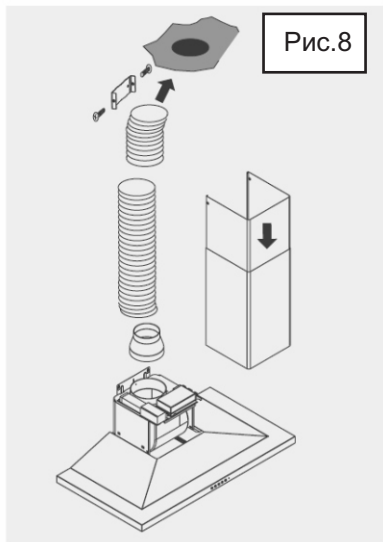

Рис.8
- Если диаметр дымохода 125 мм используйте прилагающийся в комплекте адаптер (рис.8).
- Подготовьте выдвижную трубу так, чтобы отверстия под шурупы были видны (рис.8).